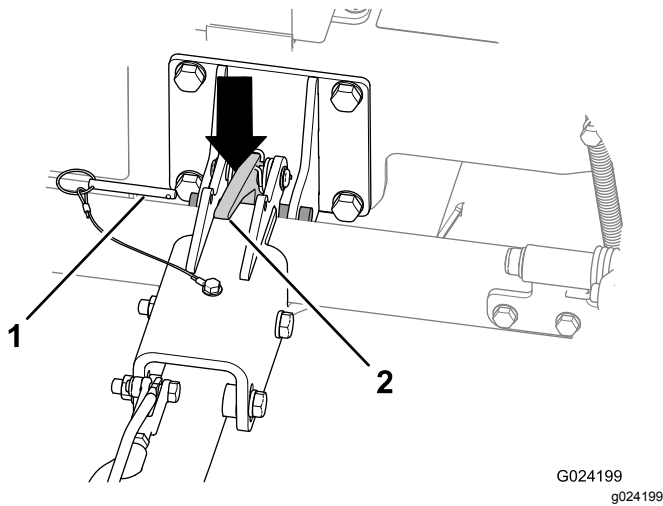

图 21
2. 拔出锁定销 图 21。
4. 向下推压挂钩门锁以打开挂钩门锁 图 21。